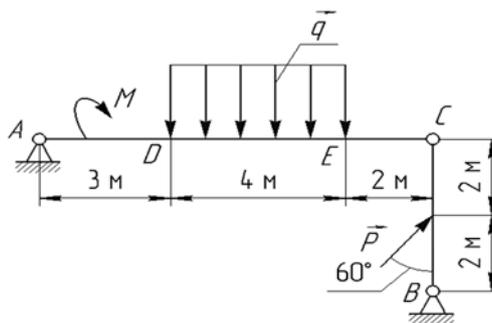

Рисунок 5 – Условие задачи 5
**Задача 5.** Определить реакции опор  $A$ ,  $B$  и шарнира  $C$  составной балки (рисунок 5), если  $M = 8$  кНм,  $q = 2$  кН/м,  $P = 6$  кН.